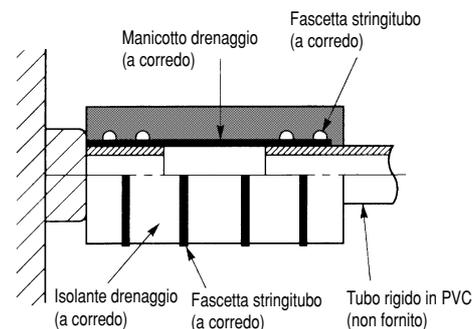

Fig. 3-30
- Dopo aver completato il collegamento della tubazione di scarico condensa, avvolgere la zona di collegamento con l'isolante attacchi fornito a corredo, completare con nastro isolante e fissare il tutto con le fascette in dotazione (Fig. 3-30).